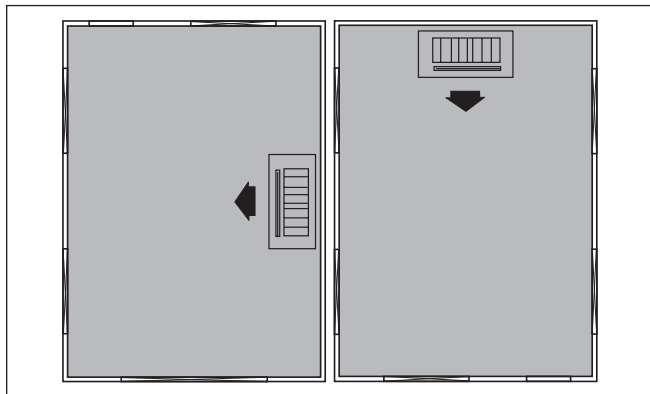

FIG. 35 - SAÍDA DE INSUFLAMENTO E POSIÇÃO DA UN. EVAPORADORA NO AMBIENTE
- Procure instalar a unidade próxima a uma parede e em posição mais centralizada no ambiente (Fig. 35), obtendo assim a melhor distribuição de ar; porém, caso haja necessidade, esta pode ser instalada em um dos cantos.